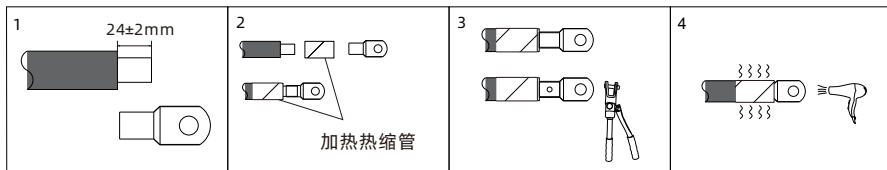

图6.12 线缆压接端子示意图
1. 根据压线端子规格确定剥线长度（建议22-26mm），如下图6.12所示用压线钳压好线材和端子，拧开PG头，将线缆穿过，然后将线缆连接到相应的端子上，拧紧螺丝固定电缆。